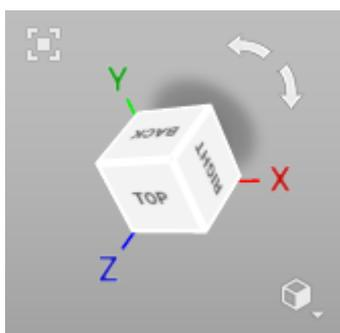

Abbildung 47: Navigationswürfel und Pfeilbögen.
**Drehen** den Mauszeiger über das Fenster *3D-Ansicht* bewegen. Zum Drehen des Modells die Maus mit gedrückter LMB-Taste bewegen. Zum Kippen von 3D-Daten um eine bestimmte Achse und in eine bestimmte Richtung den zugehörigen Pfeilbogen () in der Nähe des Navigationswürfels verwenden (siehe Abb. 47).
Die Werkzeugleiste links im Fenster *3D-Ansicht* bietet Kontrollelemente für die Modi der Datendarstellung. Falls minimiert, kann sie durch Klicken auf den Knopf  im Fenster *3D-Ansicht* geöffnet werden (siehe Abb. 47). Alle Befehle zur Darstellung und Umschaltung zwischen den Modi sind auch im Menü *Ansicht* verfügbar.